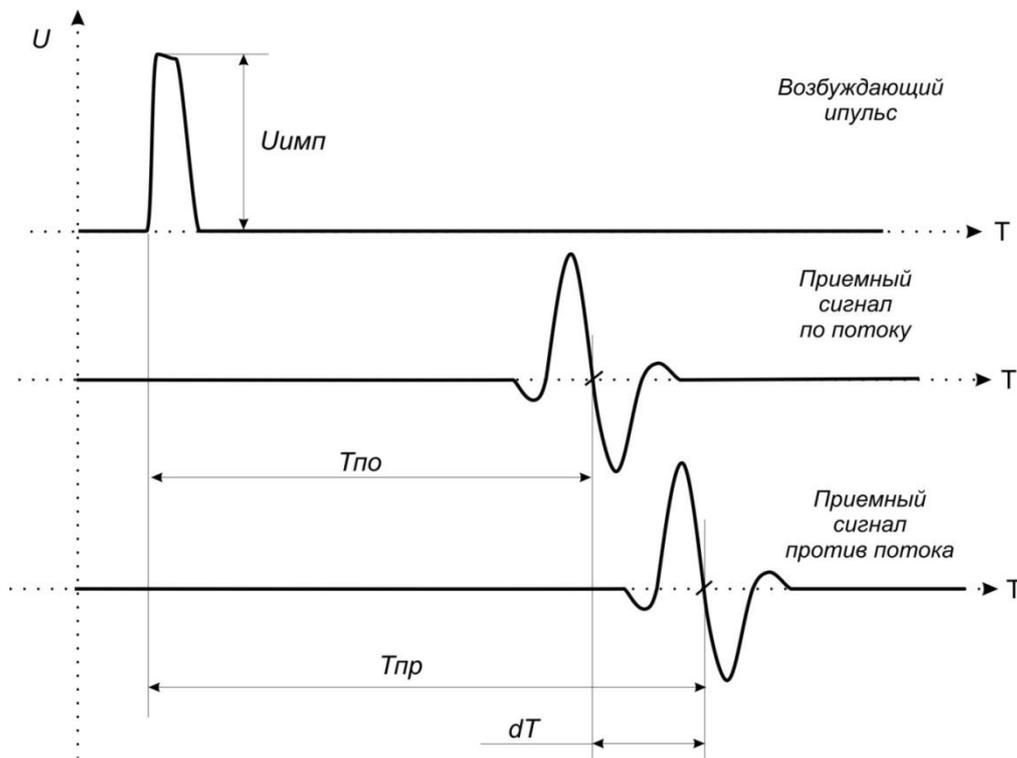

Рисунок 8 – Временные диаграммы ультразвуковых сигналов расходомера
5.1 ПЭП 1 и 2, работающие попеременно в режиме приемник-излучатель, связаны высокочастотным кабелем РК-50 с ЭБ, обеспечивающим посылку возбуждающих импульсов (рисунок 8) на пьезопреобразователь, работающий в режиме излучателя, и прием (усиление и детектирование) слабых сигналов от пьезопреобразователя, работающего в режиме приемника.
При движении жидкости в трубопроводе происходит снос ультразвуковой волны, который приводит к изменению времени распространения ультразвукового сигнала (далее – УЗС): по потоку жидкости (от ПЭП1 к ПЭП2) время прохождения уменьшается, а против потока (от ПЭП2 к ПЭП1) – возрастает (рисунок 8). Разность времен прохождения УЗС через жидкость по направлению и против направления потока пропорциональна скорости потока  $V$  и, следовательно, объемному расходу  $Q$ .